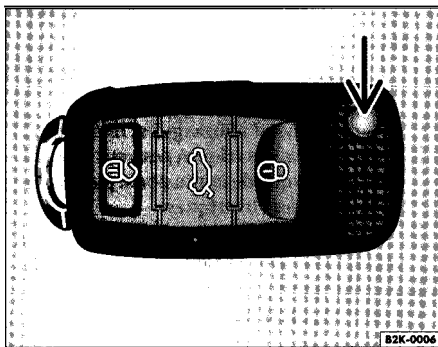

Fig. 24 Touches dans la cle à radiocommande.
- Appuyez sur la touche 6 fig. 24 de la cle à radiocommande pour déverrouiller toutes les portes et le hayon.
En appuyant sur la touche dans la cle à radiocommande fig. 24 (flèche), vous déverrouillez le panneau.
page 26 ou la faire programmer par votre Partenaire Volkswagen. À la première pression sur la touche de déverrouillage page 40, fig. 24  intégrée à la cle à radiocommande, seule la porte du conducteur est alors déverrouillée
- Appuyez sur la touche [5] de la cle a radiocommande page 40, fig. 24.
Si vous appuyez frequemment sur la touche [5] page 40, fig. 24 en dehors de la zone d'action de la cle a radiocommande, vous ne pourrez plus ouvrir ou fermer le vehicule a l'aide de la cle
Seule la porte du conducteur est deverrouillee lorsque vous appuyez une fois sur la touche [5] page 40, fig. 24 de la cle a radiocommande.
Ce n'est qu'apres avoir tourne deux fois la cle dans le sens d'ouverture ou appuyer deux fois sur la touche Q page 40, fig. 24 que toutes les portes et le hayon sont deverrouilles.
- Appuyez *une fois* sur la touche de verrouillage page 40, fig. 24  de la clé à radiocommande ou
- Appuyez *deux fois* sur la touche de verrouillage page 40, fig. 24  de la clé à radiocommande. Le véhicule est maintenant verrouillé sans le dispositif « Safe ».